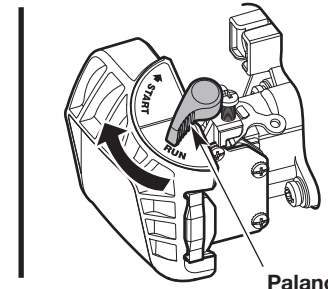

Fig. 12
1. Presione y luego suelte el bulbo del cebador lentamente **10 veces** (Fig. 12).
3. Gire la palanca del estrangulador hacia la derecha hasta que haga clic en la posición **START** (arranque) (Fig. 12).